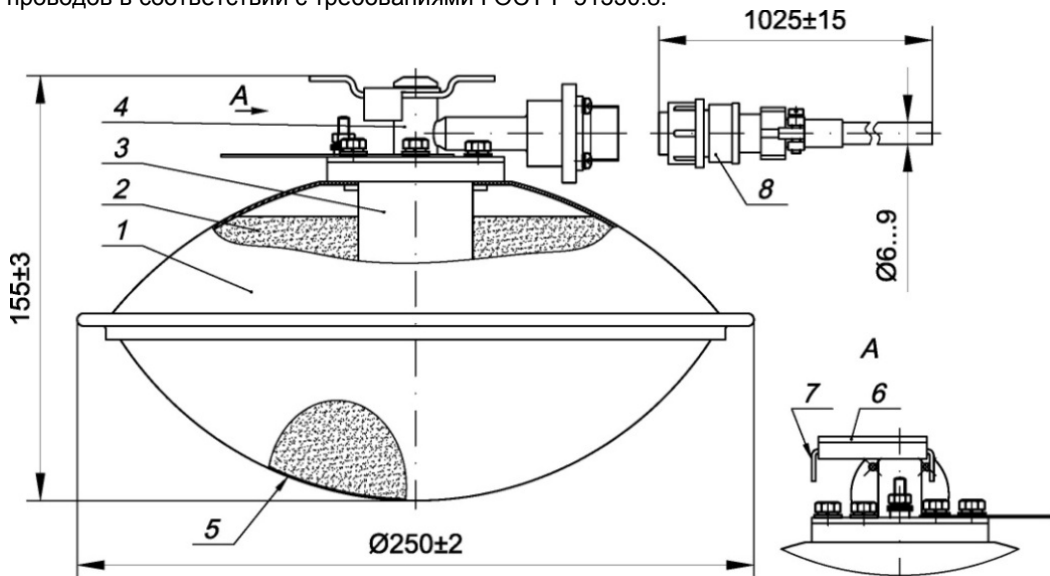

Рис.1 Устройство модуля МПП(р)-2,5-И-ГЭ-УХЛ3.1 «Буран-2,5взр».
5. Габаритные размеры модуля	см. рис.1
4.1. Модуль представляет собой (см. рис. 1) металлический корпус 1, выполненный из двух полусферических частей, плотно соединенных между собой методом прессовой завальцовки, в котором находится огнетушащий порошок 2, генератор газа 3, корпус активатора 4.